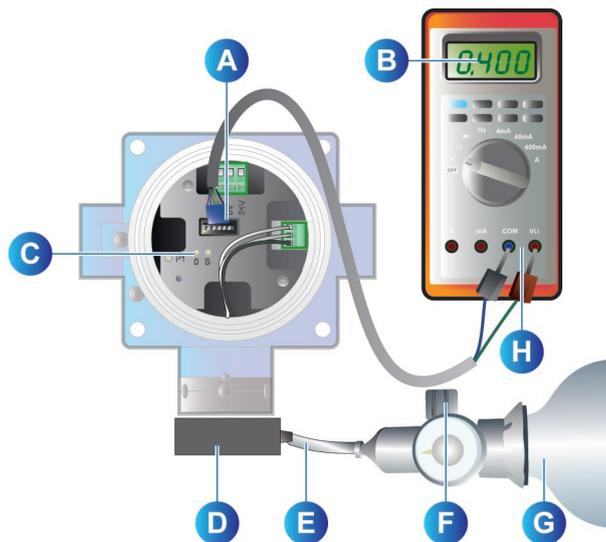

Abbildung 14 : Nullpunktjustierung (OLCT 100).
2. Verbinden Sie die blauen und grünen Stecker des Kalibrierkabels mit den Anschlüssen "+" und "-" am Multimeter "H" (Abbildung 14, „H“).
2. Verbinden Sie die blauen und grünen Stecker des Kalibrierkabels mit den Anschlüssen "+" und "-" am Multimeter "H" (Abbildung 14 „H“).